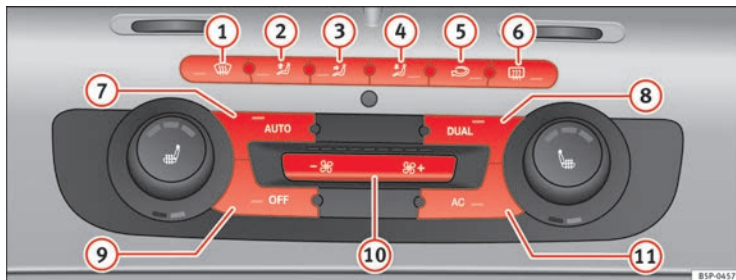

Abb. 132 Bedienelemente der 2C-Climatronic an der Instrumententafel.
- Zum Einschalten des manuellen Betriebs betätigen Sie eine der Tasten \Rightarrow Abb. 132 ① bis ⑤ oder aber die Gebläsetasten ⑩. Die jeweils eingestellte Funktion wird am Display des Radios bzw. des Navigationssystems angezeigt.
- Drücken Sie die Taste  ⇒ Seite 175, Abb. 132 , um den Umluftbetrieb ein- oder auszuschalten. Bei eingeschaltetem Umluftbetrieb erscheint am Display das Symbol .